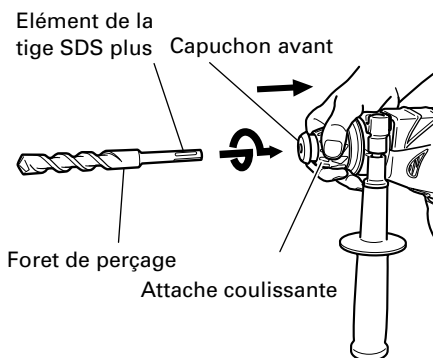
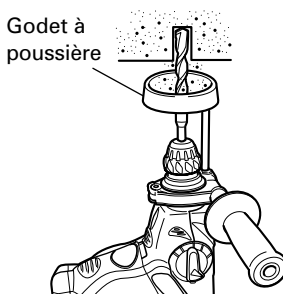

Fig. 2
Fig. 3
6. Montage du foret de perçage (Fig. 2)
(1) Nettoyer la section de la queue du foret.
(2) Pour fixer un foret (tige SDS-plus), tirer à fond sur la poignée dans le sens de la flèche, tel qu'illustré à la Fig. 2, et insérer le foret aussi loin que possible tout en tournant manuellement.
(3) En relâchant la poignée, le foret est bien verrouillé.
(4) Pour extraire le foret, tirer à fond sur la poignée dans le sens de la flèche et extraire le foret.
7. Pose du godet à poussière (accessoires en option) (Fig. 3)
Utiliser la capuchone à poussière en la fixant au foret comme montré dans la Fig. 3.